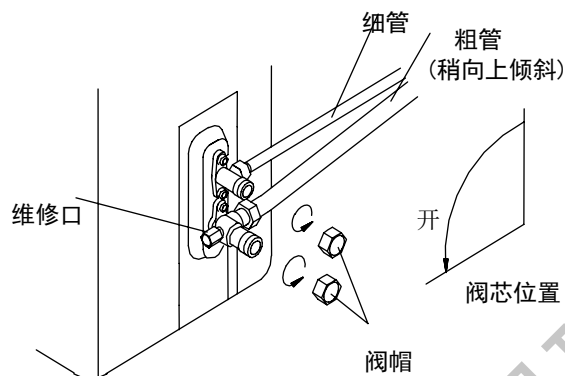

图 18 简易排空法
### (二)、简易排空法(图 18)
6. 将取下的阀帽重新拧紧,将阀门罩和配线盖重新安装好。(参考图 18)